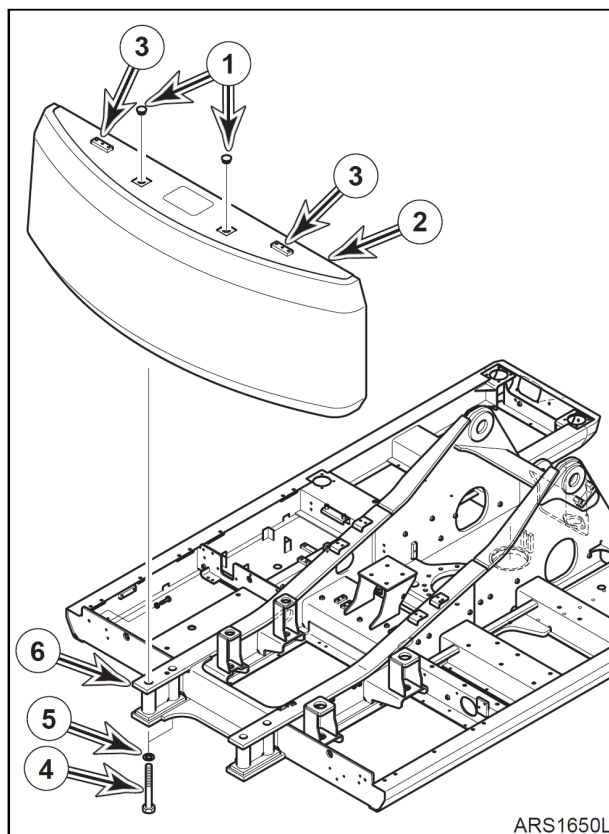

Рис. 4
12. Вынуть две заглушки (1, Рис. 4) из противовеса (2).
13. Установить две проушины в подъемных отверстиях (3, рис. 4).
14. При помощи крана достаточной грузоподъемности слегка приподнять противовес (2, рис. 4) перед снятием четырех болтов (4). Прекратить подъем краном, когда такелажные стропы окажутся тугонатянутыми.
15. Снять четыре болта (4, рис. 4) и шайбы (5) с противовеса (2).
16. После снятия болтов (4, рис. 4) и шайб (5) поднять противовес (2) на небольшую высоту от несущей конструкции (6) и прекратить подъем. Проверить стропы и убедиться в равномерности противовеса.